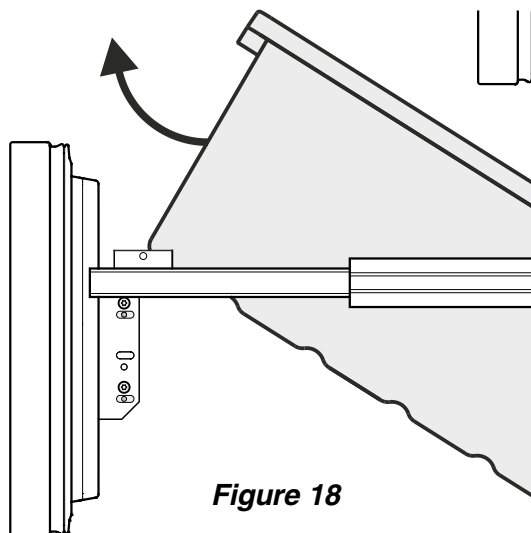

Figure 18
- Basculer le récipient et le retirer - **Figure 18.**